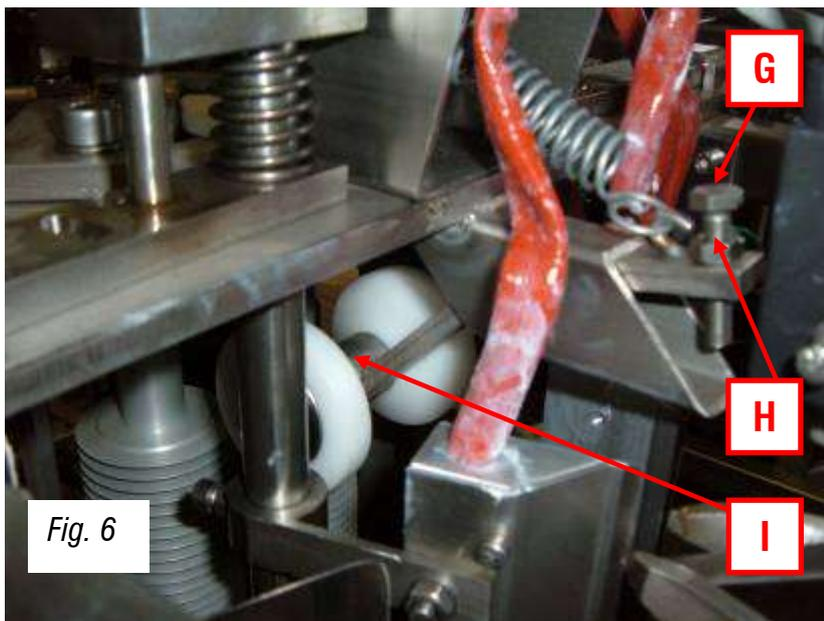

Fig. 6
3.4 RULLO PRESSORE (fig. 6 – pag. 6)